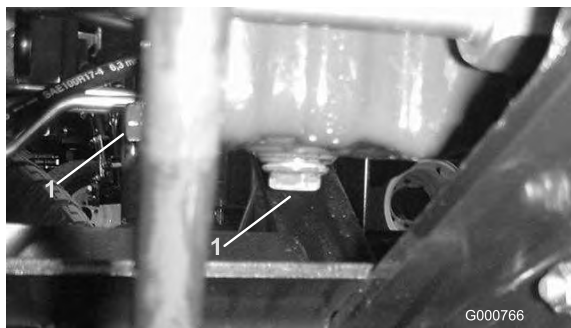

図 54
- ドレン・プラグ（図 54）を外してオイルを容器に受ける。オイルが抜けたらドレン・プラグを取り付ける。